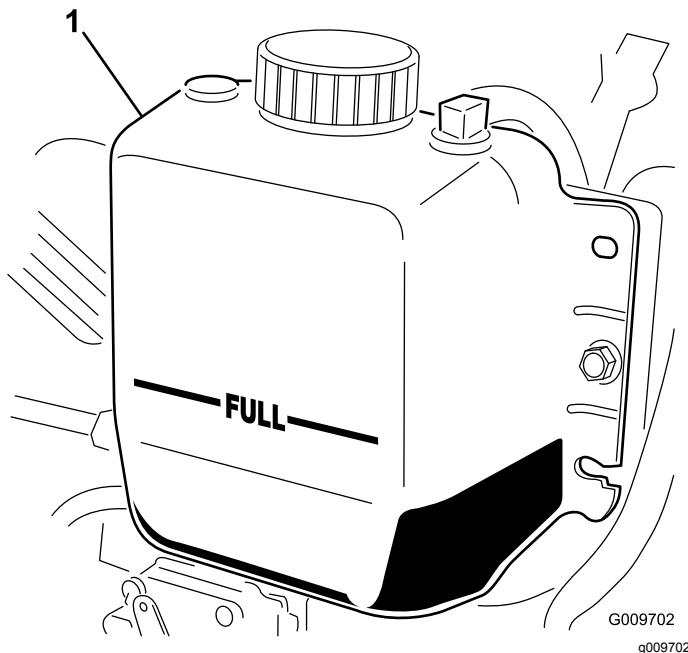

Figura 13
2. Compruebe el nivel de refrigerante del radiador. El radiador debe llenarse hasta la parte superior del cuello de llenado, y el depósito de expansión debe llenarse hasta la marca FULL (lleno) (Figura 13).